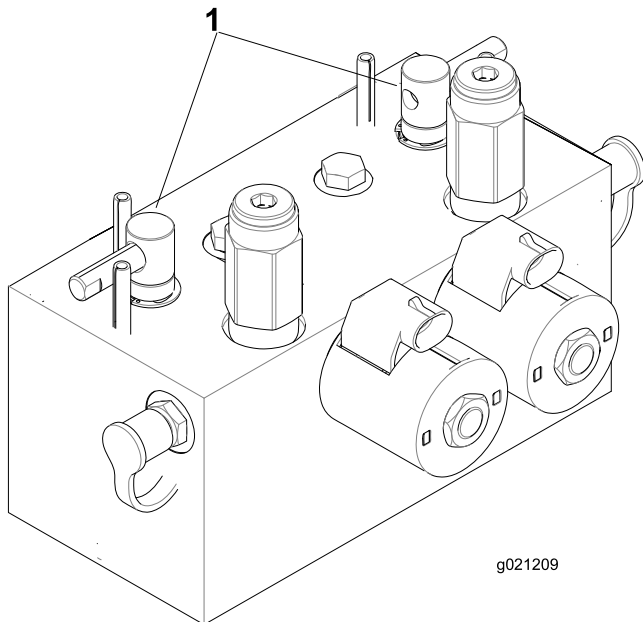

Bild 107
2. Entriegeln und klappen Sie den Sitz hoch, um die Läpphebel frei zu legen (Bild 107).
5. Wählen Sie entweder den vorderen, hinteren oder beide Läpphebel aus, um festzulegen, welche Geräte geläpft werden (Bild 107).